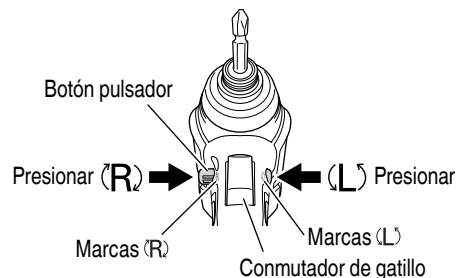

Fig. 8
El manguito girará hacia la derecha (mirándola desde atrás) al oprimir el lado R (der.) del botón pulsador. El lado L (izq.) del botón pulsador se usa para hacer girar el manguito hacia la izquierda. (Vea la Fig. 8). (Las marcas (L) y (R) están en el cuerpo del taladro.)